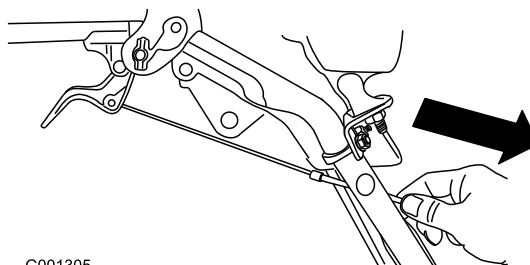

Figure 8
4. Tirez doucement sur la gaine du câble jusqu'à ce que le levier d'embrayage de roue soit abaissé et que le câble soit tendu. Serrez ensuite fermement l'écrou de serrage du câble (Figure 8).